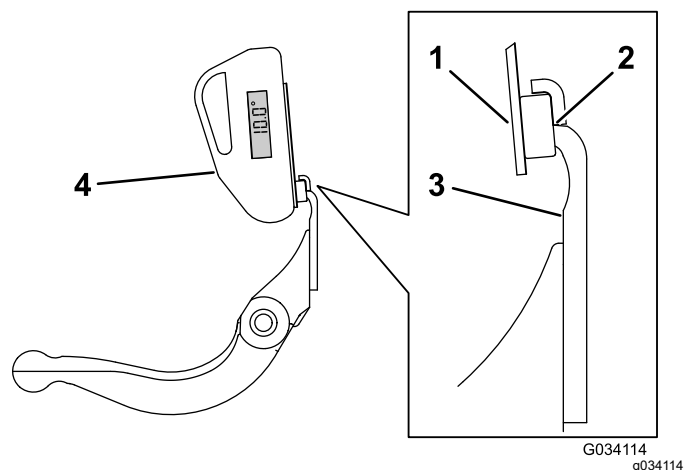

Figura 24
3. Posizionate il supporto del goniometro sul bordo della controlama, in modo che il bordo del magnete corrisponda a quello della controlama (Figura 24).
4. Posizionate il goniometro sul supporto, come illustrato nella Figura 24.